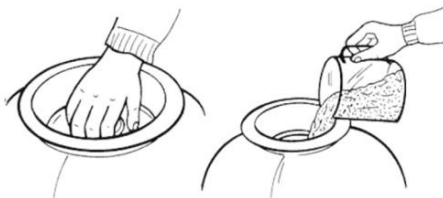

Рис. 4
4. Заполните фильтр песком высотой до 3/4 (идеальная фракция: 0,7 - 1,2 мм; количество: в зависимости от размера фильтра) (Рис. 4).